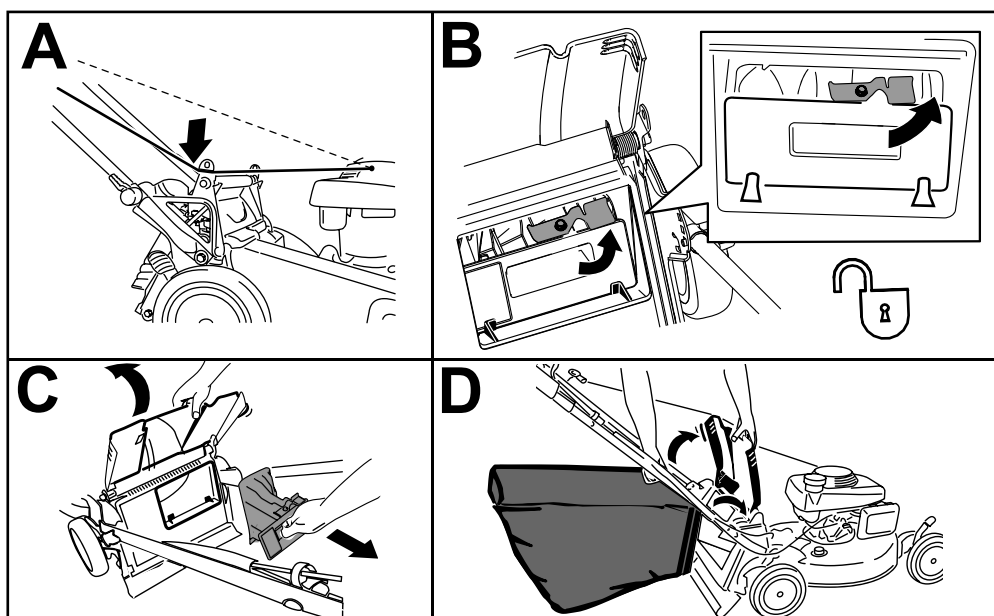

Figura 17
1. Avvolgete il cavo di avviamento attorno al guidacavo inferiore (A nella Figura 17).
2. Sollevate il deflettore posteriore e tenetelo sollevato e sbloccate il coperchio posteriore (B della Figura 17).
3. Estraete il coperchio posteriore (C nella Figura 17).
4. Appendete il bordo superiore anteriore del cesto agganciando i perni del cesto di raccolta nelle apposite tacche delle staffe della stegola (D nella Figura 17).